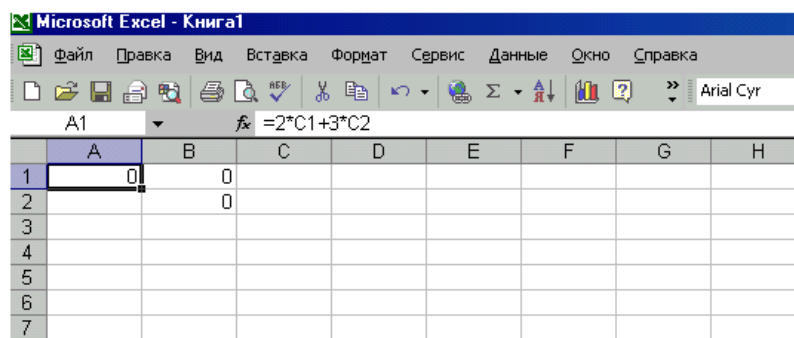

Рисунок 1.1 – Запись числовой модели на рабочем листе MS Excel
- Запишем числовую модель задачи на рабочий лист (рисунок 1.1). Для этого необходимо выбрать ячейки в которых будут находиться переменные. Допустим $x_1 \rightarrow C1$ $x_2 \rightarrow C2$ (выбор ячеек произволен).